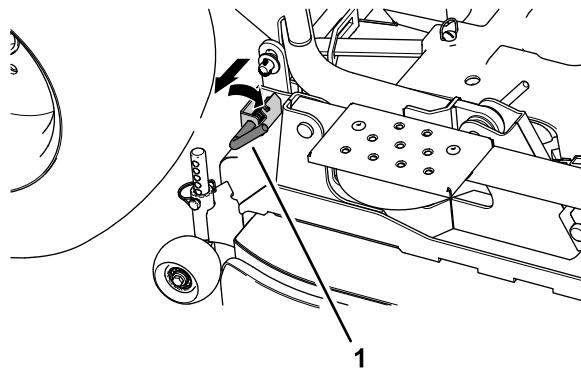

Рисунок 113
3. Перед опусканием деки вытяните и поверните задние соединительные пальцы на обеих сторонах деки газонокосилки (Рисунок 113).
- Поверните задние соединительные пальцы, чтобы ввести в зацепление задние подъемные серьги деки газонокосилки; см. Рисунок 113 в разделе Демонтаж деки газонокосилки \(страница 84\).